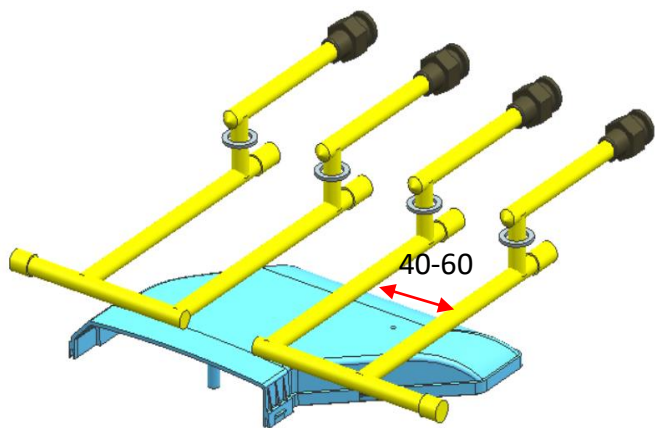

图 8-2 两水路之间的距离
3) 冷却水道尽量分布均匀，而且要便于加工。一般水道直径选用 $\varnothing 6$ ， $\varnothing 8$ ， $\varnothing 10$ ， $\varnothing 12$ ，两平行水道间距取____倍的水道直径，即 40mm~60mm，如图 8-2 所示。